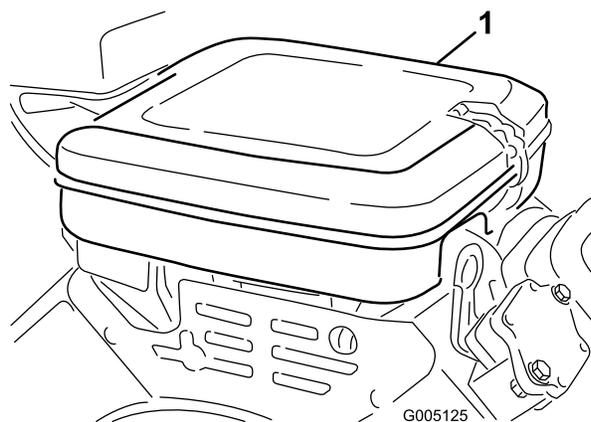

Рисунок 34
1. Очистите крышку воздухоочистителя (Рисунок 34).